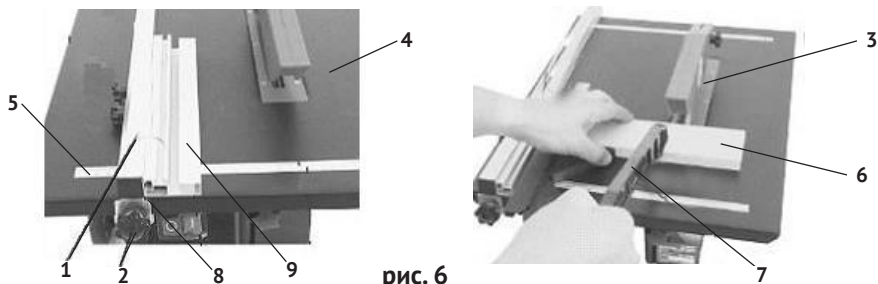

рис. 6
2.2.1 Прямолинейный рез (см. рис.6):
- в зависимости от толщины заготовки установить на рабочий стол (рис.6 поз.4) пластину параллельного упора (рис.6 поз.9) высоким или низким бортиком в сторону режущего диска (рис.6 поз.3);
- ослабить, с двух сторон стола, винты (рис.6 поз.2) зажимов (рис.6 поз.8), сдвинуть планку параллельного упора (рис.6 поз.1) до совпадения отмеченной линии реза на заготовке (рис.6 поз.6) с плоскостью режущего диска (рис.6 поз.3);
- при работе с узкими заготовками или при поперечном резе необходимо использовать толкатель (рис.6 поз.7), как показано на рис.6;
- прижать заготовку к планке углового упора до совпадения отмеченной линии реза на заготовке (рис.6 поз.6) с плоскостью режущего диска (рис.6 поз.3);
- ослабить винты (рис.6 поз.2) зажимов (рис.6 поз.8), сдвинуть планку параллельного упора (рис.6 поз.1) до совпадения отмеченной линии реза на заготовке (рис.6 поз.6) с плоскостью режущего диска (рис.6 поз.3);